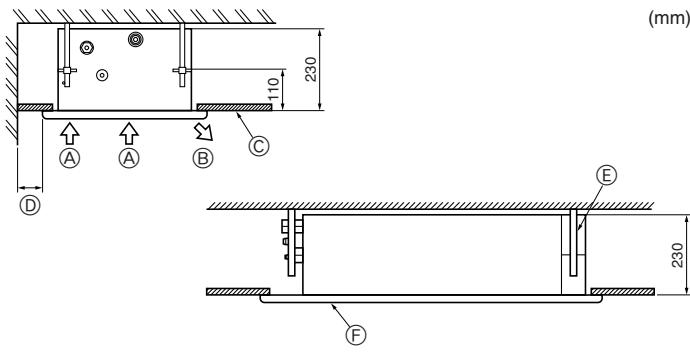

Fig. 2-2
2.2. Espaço de manutenção (Fig. 2-2)